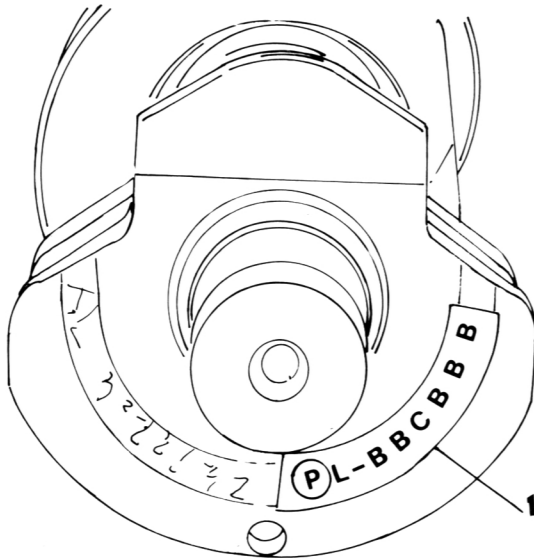

Bild 100
Die sechs Buchstaben «(P) L-BBCBBB» (Bild 100) auf dem Pleuellagergewicht bezeichnen die Kennbuchstaben für den Pleuellagerzapfen-Aussendurchmes-